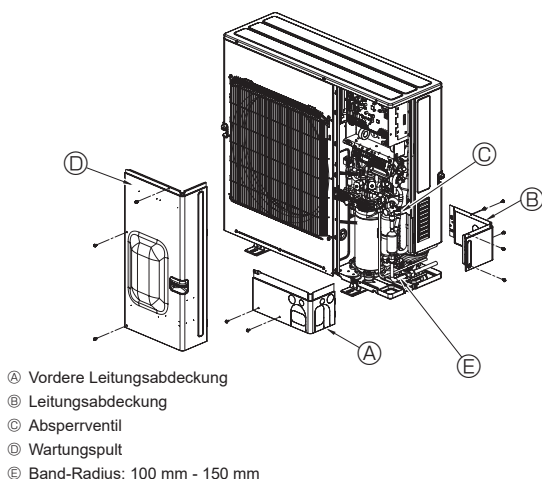

Abb. 4-8
4.5. Kältemittelrohrleitung (Abb. 4-8)